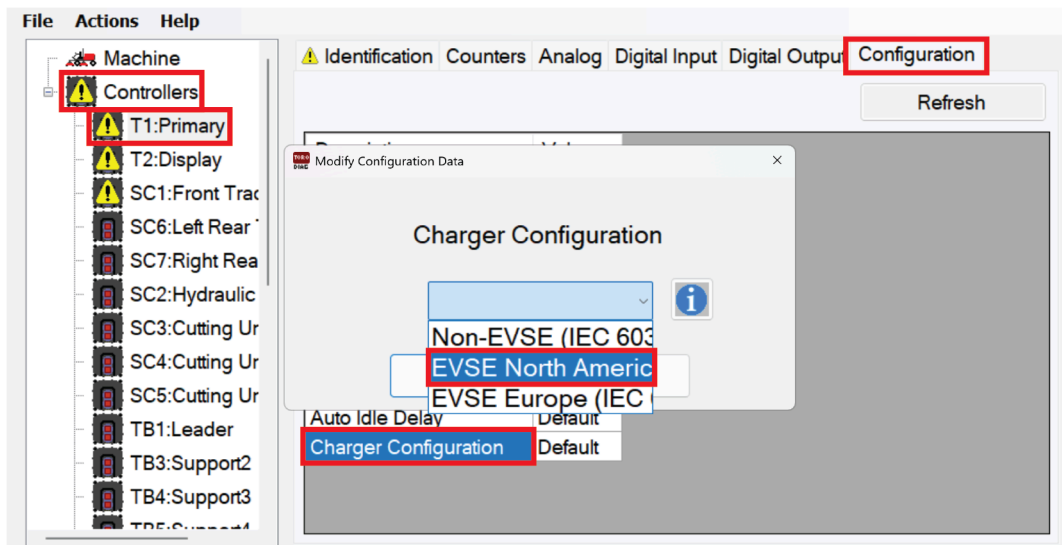

Bild 5
5. Das Fenster **Charger Configuration** [Ladegerätkonfiguration] wird eingeblendet. Wählen Sie die Option **EVSE North America (J1772)** (Bild 5).